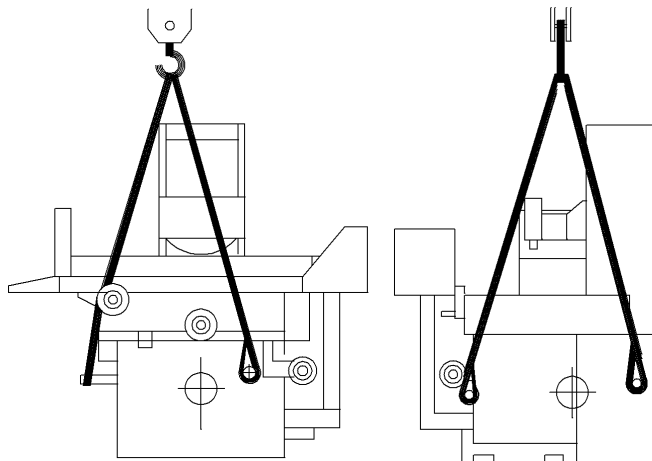

Рис.4.1.2
- (2) Грузоподъемность крана должна превышать вес перемещаемого груза.
- (3) Подготовьте подходящие стропы.
- (4) Пожалуйста, перепроверьте стропы перед началом работ по перемещению.
- (5) Проверьте положение строп как на Рис.4.1.2 снова, чтобы не позволить им повредить части станка.